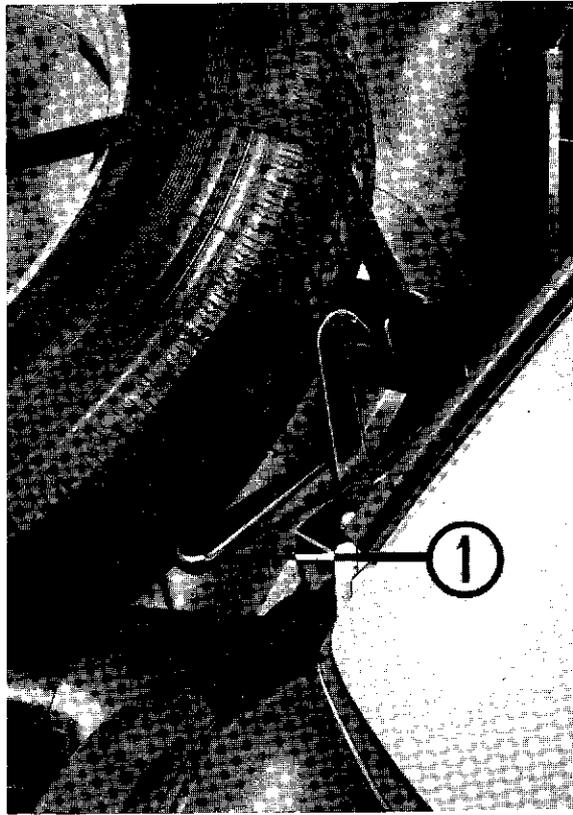

Figure 3
- Étant devant le véhicule, libérez la « sûreté » en passant la main droite entre le capot et le pare-chocs, à droite de la plaque d'immatriculation, pour appuyer sur le levier 1 (fig. 3).